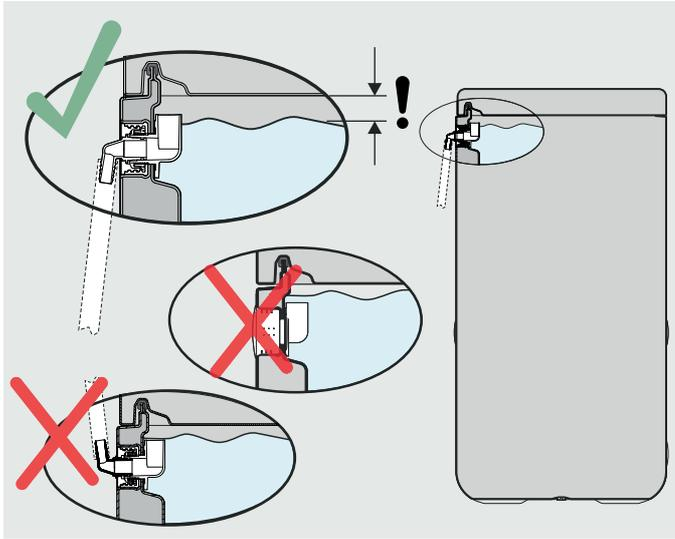

Fig. 4-6 Montage du flexible du tuyau d'évacuation sur le trop-plein de sécurité
- Connecter le flexible d'évacuation avec la pièce de raccordement du trop-plein de sécurité (fig. 4-6 à fig. 3-1, pos. 23).